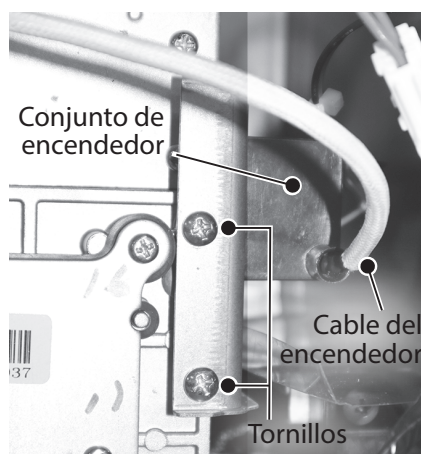

Figura 84 - Ubicación del conjunto de encendedor
- 8 Ubique el conjunto de encendedor en el lado derecho del calentador de agua. Consulte la Figura 84.
- 9 Desconecte el cable del encendedor del conjunto de encendedor. Consulte la Figura 84.
- 10 Retire los dos tornillos que fijan el conjunto de encendedor y el soporte al múltiple de gas. Deje los tornillos a un lado en un lugar seguro para volver a instalarlos. Consulte la Figura 84.